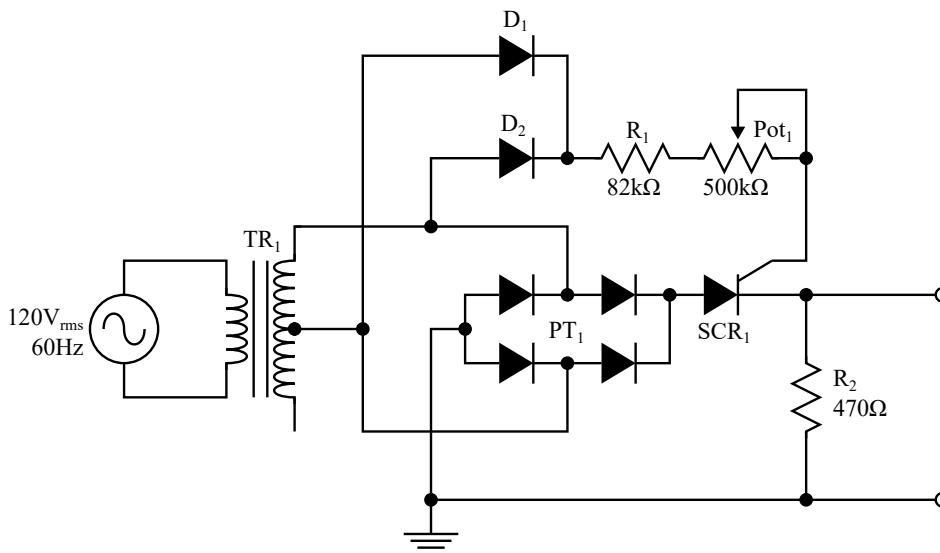

Fig. 4.1: Rectificación controlada.
1. Dibuja en papel milimétrico las señales que esperas obtener en la carga (R_2) del circuito de la Fig. 4.1 para los ángulos de disparo (θ_D) 30 y 60 grados, señalando su Voltaje instantáneo, Periodo y Frecuencia de cada una.
1. Arma el circuito de la Fig. 4.1, teniendo cuidado de ajustar tu Potenciómetro (ya sea el de $100\text{ k}\Omega$, $200\text{ k}\Omega$ o de $500\text{ k}\Omega$ de acuerdo al que funcione con el SCR adquirido) con la máxima resistencia.
- De la Fig. 4.1; ¿Por qué si el SCR es un dispositivo unidireccional puede controlar los dos semiciclos?